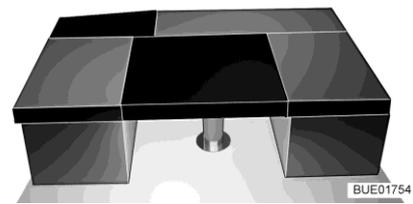

Fig. 120 Después de la transformación
- Colocar el cojín adicional rectangular en la mesa (entre los cojines de asiento de los bancos, véase Fig. 120).